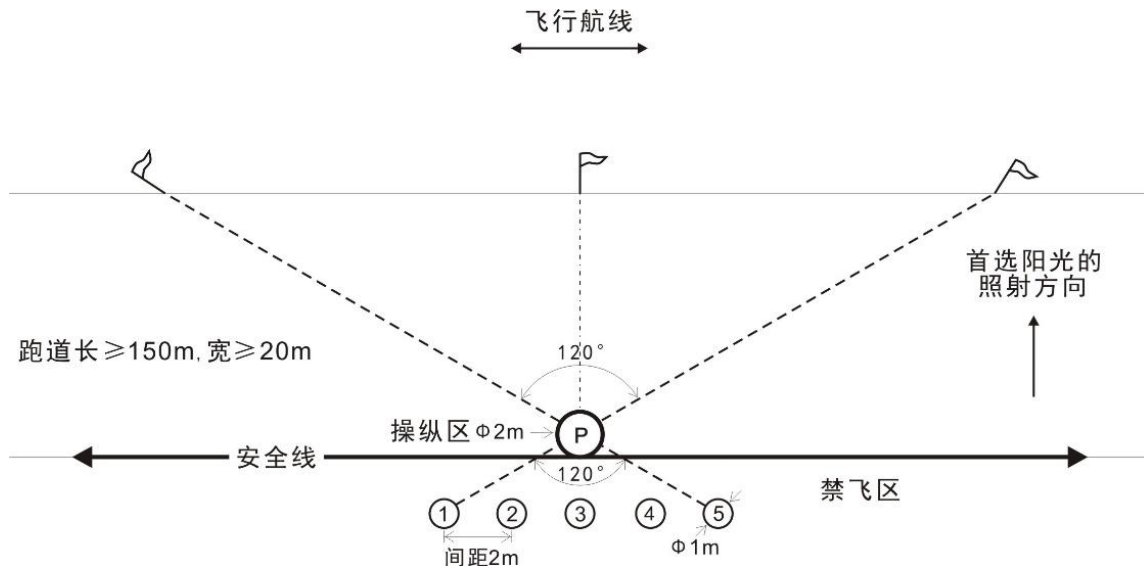

图 H. 13 遥控固定翼模型飞机飞行（三）场地示意图
- H. 2. 3. 3. 3 测试场地操纵区、起降区、飞行区、安全线等尺寸见图 H. 13。